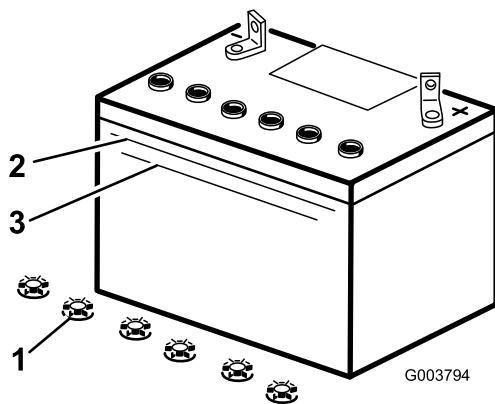

Figura 37
3. Mire hacia el lateral de la batería. El electrolito debe llegar a la línea superior (Figura 37). No permita que el electrolito esté por debajo de la línea inferior (Figura 37).
3. Retire los tapones de llenado de la batería (Figura 37).
4. Vierta lentamente agua destilada en cada célula de la batería hasta que el nivel de electrolito llegue a la línea superior (Figura 37) de la caja de la batería.
5. Espere de cinco a diez minutos después de llenar las células de la batería. Añada agua destilada, si es necesario, hasta que el nivel de electrolito llegue a la línea superior (Figura 37) de la caja de la batería.